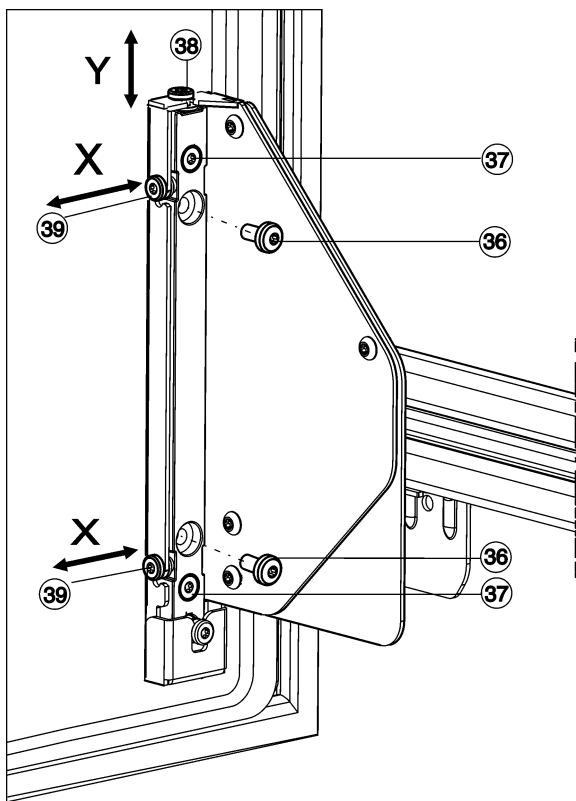

Fig. 27
- ▶ Schroeven Fig. 27 (36) volledig eruit schroeven.
- ▷ De schroeven Fig. 27 (36) opruimen, ze zijn niet langer nodig.
- ▶ Schroeven Fig. 27 (37) met 1 à 2 slagen alleen losdraaien.
- ▶ Stelschroef (38) draaien. Rechtsom: de deur beweegt maximaal 4 mm naar boven. Linksom: de deur beweegt maximaal 2 mm naar onderen.
- ▶ Alle schroeven Fig. 27 (37) weer vastdraaien.
- ▶ Als de schroeven Fig. 27 (36) nog aanwezig zijn, deze volledig eruit schroeven.
- ▶ Stelschroeven Fig. 27 (39) afhankelijk van de gewenste zijdelingse justerrichting verstellen.
- ▶ Nadat de zijdelingse justering voltooid is, schroeven Fig. 27 (37) weer vastdraaien.